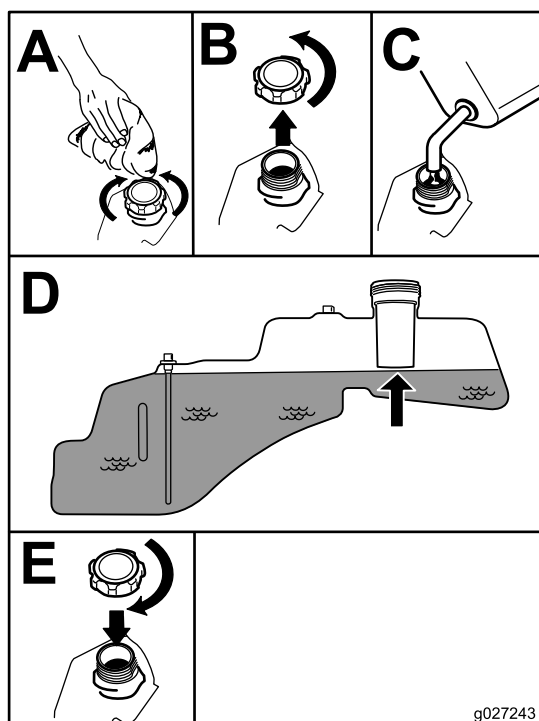

Рисунок 8
5. Заполните топливный бак до нижней кромки заливной горловины (Рисунок 8).